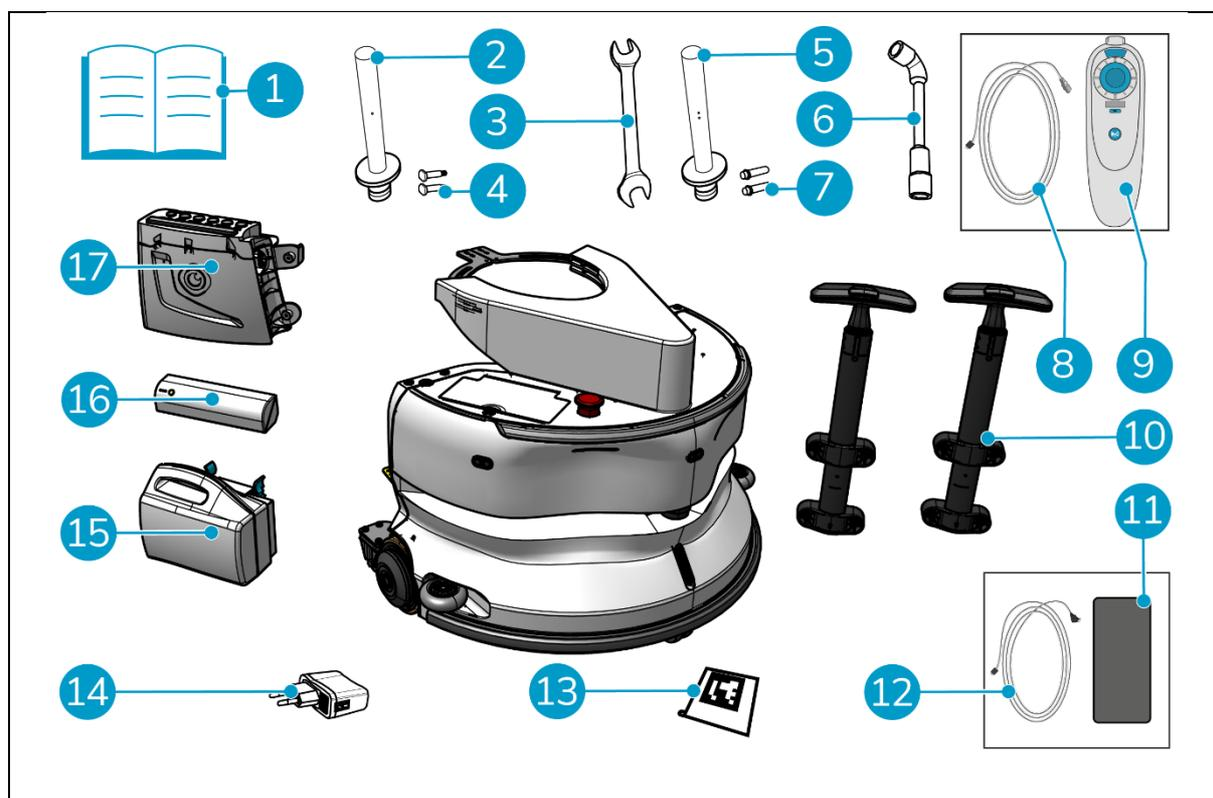
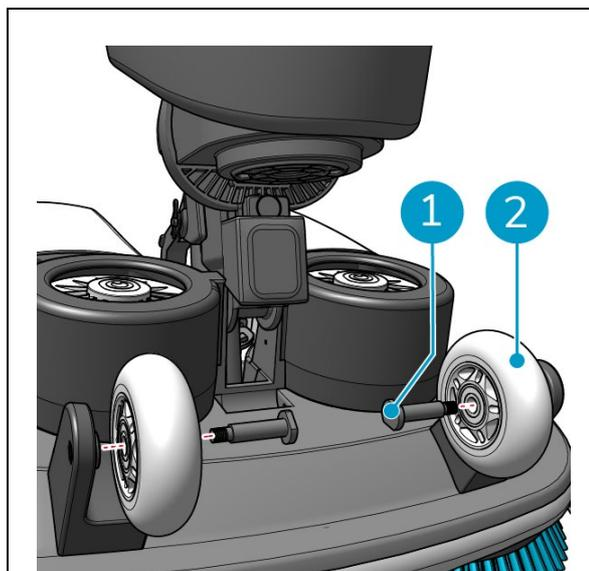

Figure 10
Figure 14
1. Utiliser la clé fournie (Figure 10, pos. 3 & 6) pour retirer les roues avant (Figure 14, pos. 2) de l'i-mop XL.
2. Retirer les axes de roue existants (Figure 14, pos. 1).
Barre de connexion avec 1 trou (Type I) et essieux correspondants (Figure 10, pos. 2 & 4)
Barre de connexion avec 2 trous (Type II) et essieux correspondants (Figure 10, pos. 5 & 7)